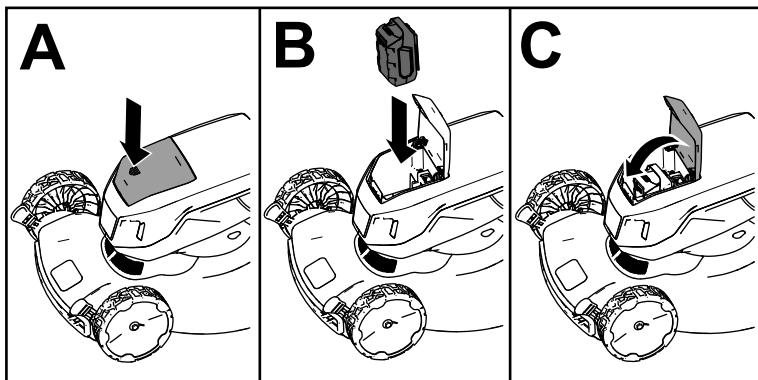

Figura 8
2. Presione hacia abajo sobre la tapa del compartimento de la batería para abrirlo (Figura 8, A).
3. Alinee el hueco de la batería con la lengüeta de la máquina, e introduzca la batería en el compartimento hasta que se enganche en su lugar (Figura 8, B).
4. Presione hacia abajo sobre la tapa del compartimento de la batería hasta que encaje en su lugar con un clic (Figura 8, C).